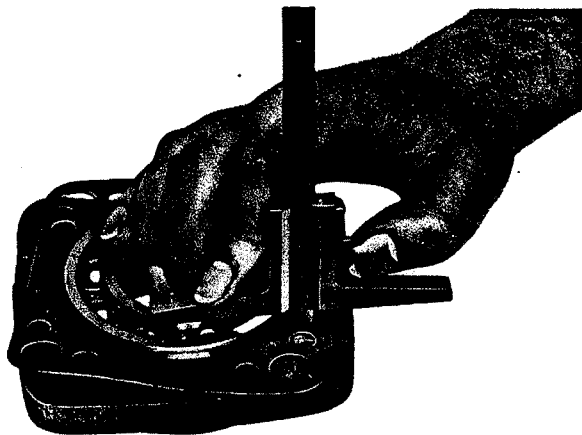

Fig. 63
2.4 Introduire à force le roulement à billes (22) dans le couvercle (25) jusqu'à ce qu'il soit en butée. Poser le joint (24) sur le couvercle et mesurer avec une jauge de profondeur la cote de dépassement de la bague extérieure du roulement à billes (fig. 63).